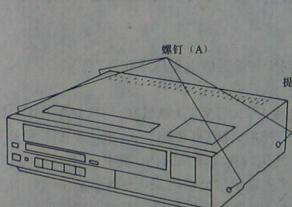

图 1-5 拆卸顶盖
参看图 1-5，旋出 4 个螺钉 (A)。然后，小心地提起顶盖，并向后移动，即可将顶盖取下。